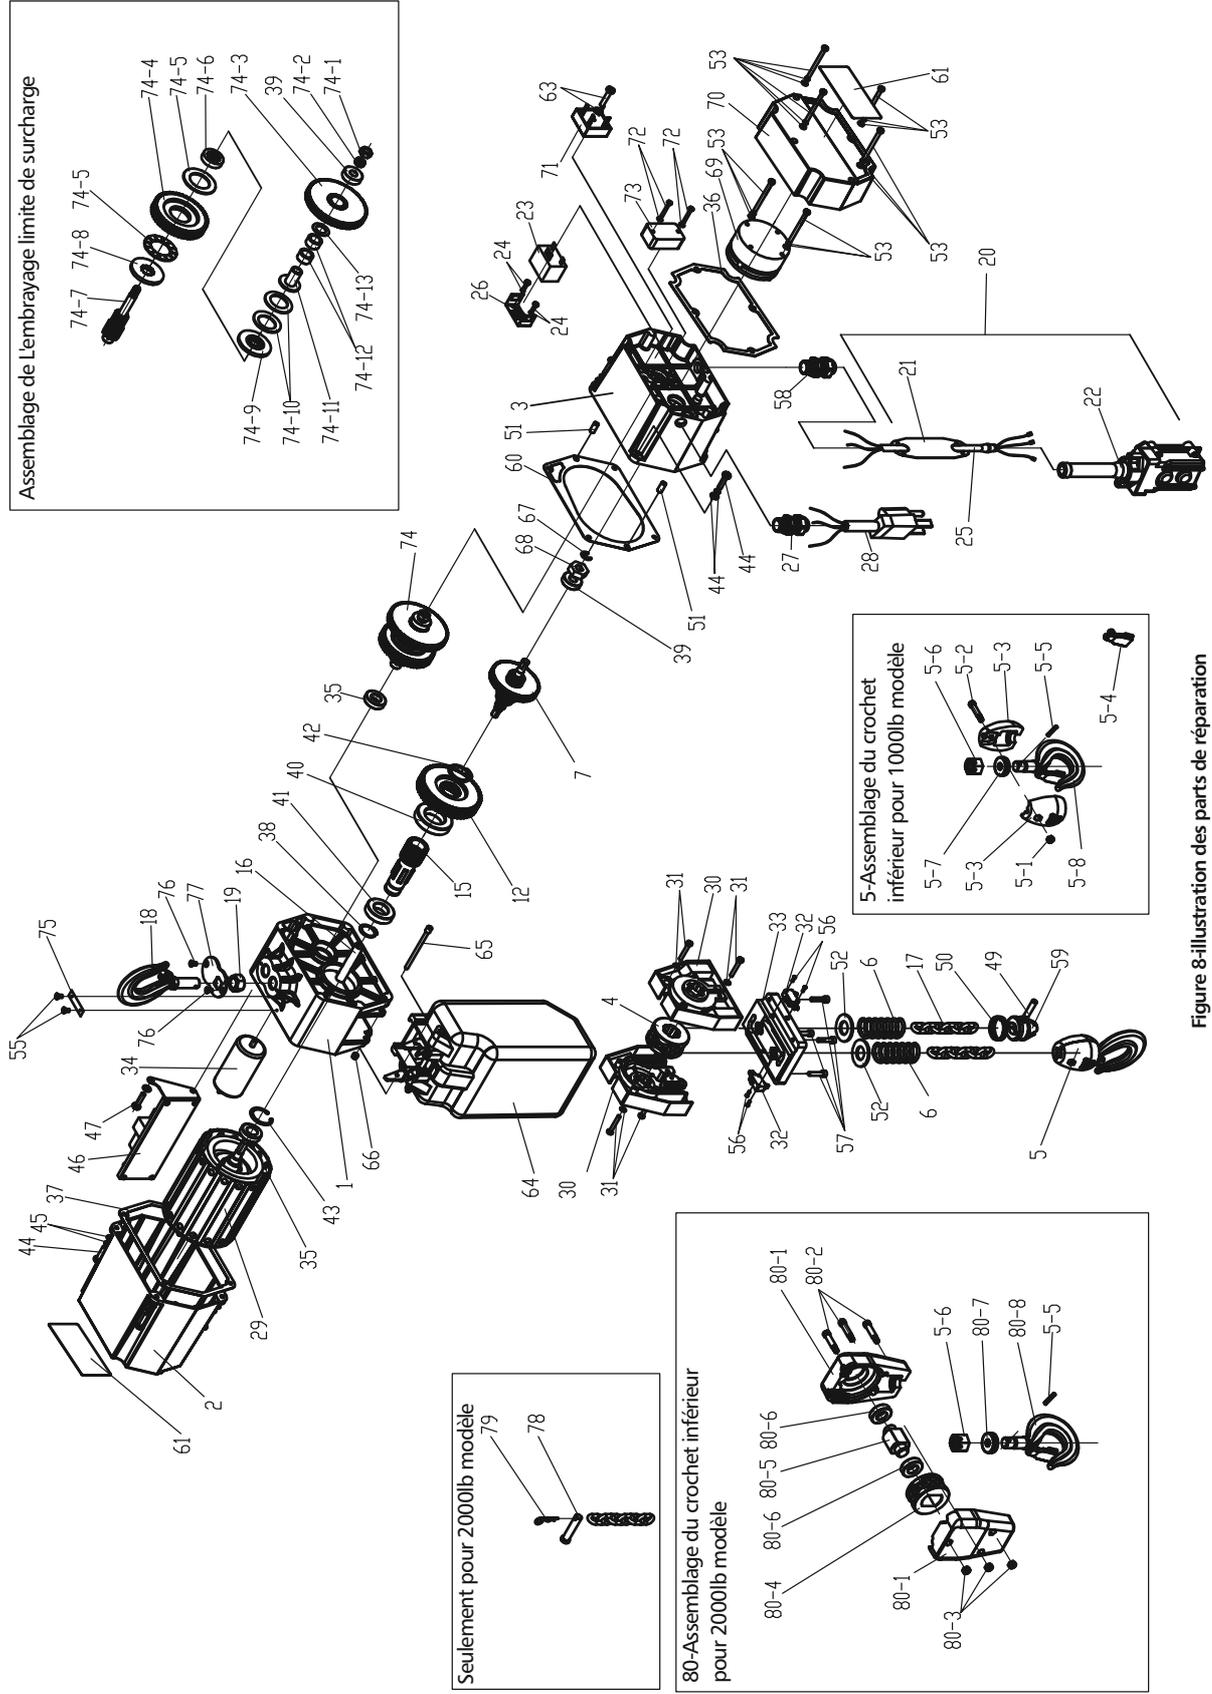

Figure 8-illustration des parts de réparation
1. Retirez la poulie à croc inférieure et le bloc terminal de la chaîne ( figure 8, référence numéro 5 & numéro 59).
2. Appliquez une petite quantité de graisse sur l'alésage de la poulie de renvoi. (Figure 8 Réf. N ° 4) dans le bloc en bas.
2. Retirez le couvercle de frein (Figure 8 Réf. N ° 70)
Lorsque le frein ne marche pas correctement, remplacez tout l'assemblage de frein (Figure 8 Réf. N ° 69).
L'embrayage de sécurité limite de surcharge a été fixé dans 1.3 à 1.8 fois la charge nominale du palan. En général, l'embrayage de sécurité limite de surcharge n'aura pas besoin d'un ajustement. Mais si le palan ne parvient pas à soulever la charge nominale lorsque le moteur marche, l'embrayage de sécurité limite de surcharge doit être réajusté. Procédez comme la suite. (figure 8 réf. N °74)
3. Débranchez la source de courant, et retirez capot de frein et le capot d'embrayage. (figure 8 réf. N °70 et N °73)